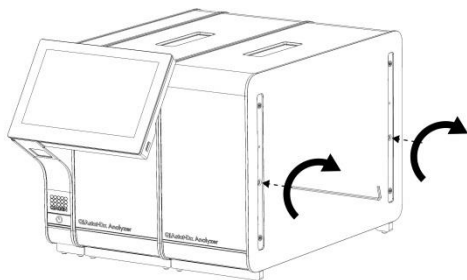

Figura 13. Allineamento e collegamento del modulo analitico aggiuntivo.
4. Allineare il modulo analitico aggiuntivo con il modulo analitico esistente. Serrare le viti con lo strumento di assemblaggio del modulo analitico/operativo fornito con il QIAstat-Dx Analyzer 1.0 (Figura 13).